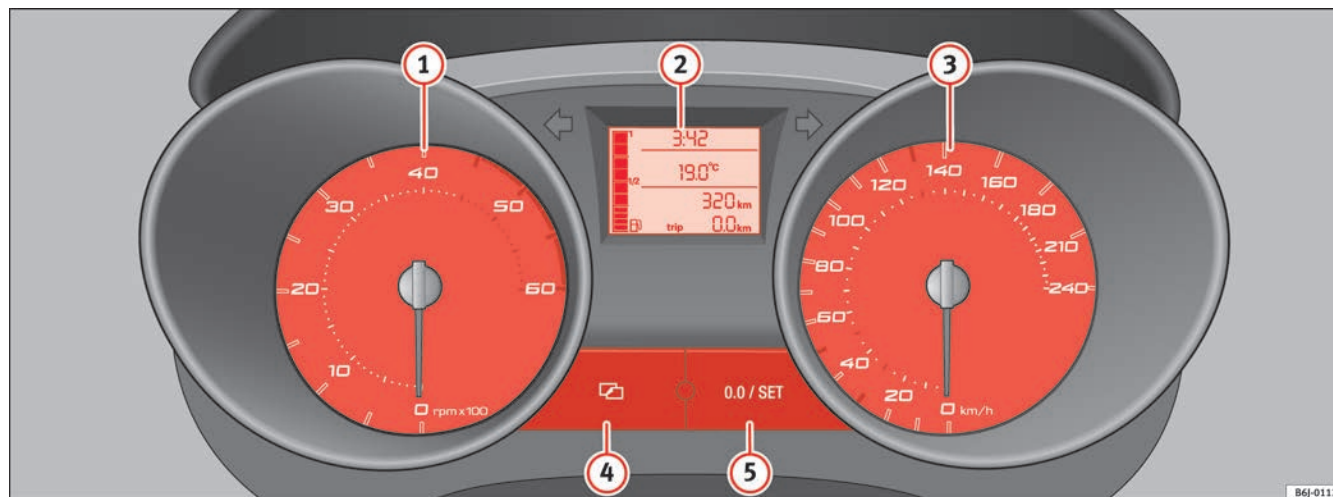

Abb. 30 Ausschnitt aus der Instrumententafel: Kombiinstrument
Der Beginn des roten Bereichs ⇒ Seite 55, Abb. 30 ① weist auf die maximale Motordrehzahl bei Betriebstemperatur hin. Vor Erreichen dieses Bereiches sollte in den nächsthöheren Gang geschaltet oder die Wählhebelstellung D gewählt oder der Fuß vom Gaspedal genommen werden.
- Zum Einstellen der Uhrzeit drücken Sie die Taste **4** ⇒ Seite 55, Abb. 30. Die Option „Stunden“ blinkt am Display auf und mit der Taste **5** „SET“ ⇒ Seite 55, Abb. 30 stellt man diese ein.
Das untere Zählwerk registriert die Kurzstrecken. Die letzte Stelle steht für Strecken von 100 m. Der Kurzstreckenzähler kann durch Drücken des Rückstellknopfs ⇒ Seite 55, Abb. 30 ⑥ auf Null gestellt werden.
Wenn Sie wissen möchten, wann der nächste Service fällig ist, können Sie sich dies durch Betätigung der Taste  ⇒ Seite 55, Abb. 30 anzeigen lassen, indem Sie im Menü die entsprechende Option auswählen. ■